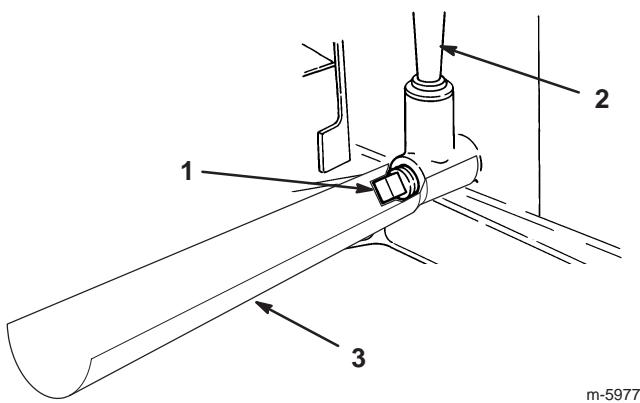

Bild 18
- Schieben Sie einen Ablasstrichter unter den Ölpeilstab-/Einfüllstutzen (Bild 18).
- Entfernen Sie die Ablassschraube (Bild 18).